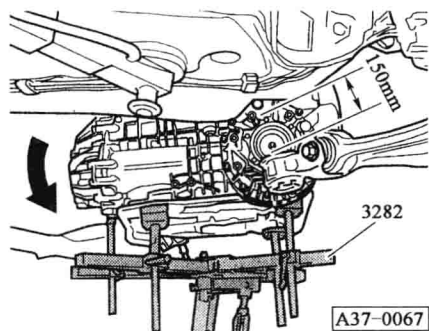

图 1-23 变速器
- ③螺栓 4 在车辆的两边各有_____个,要求每次松开_____转。
- ④通过选松螺栓使得副梁在后缘下降约_____,如图 1-23 所示。
- ⑤用升降器将发动机/变速器总成_____略微下降。
- ⑥将发动机/变速器上部的_____卸下。
- ⑦将变速器从发动机中压出,同时将_____从结合盘中挤出。
- ⑧将变矩器压向 AFT 泵。
- ⑨将变速器向_____摆(如图 1-23 箭头所示),并小心的从_____和_____之间取出。
- ⑩防止_____掉在地上。